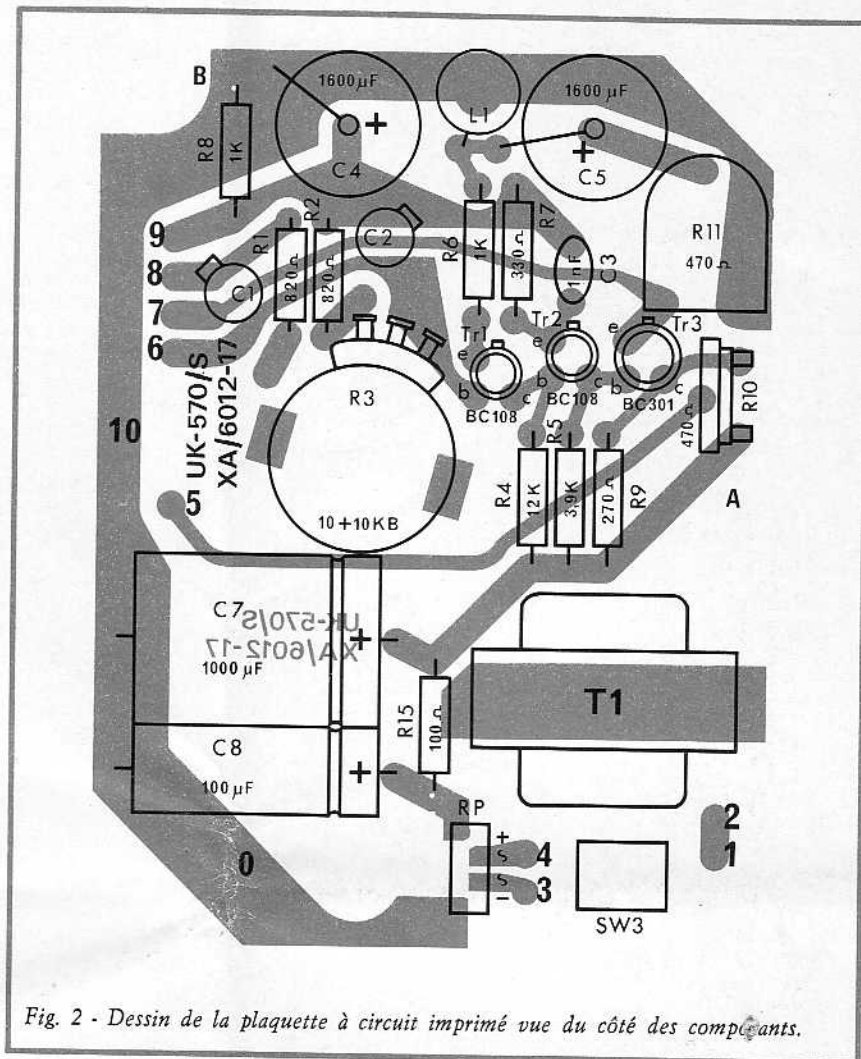

Fig. 2 - Dessin de la plaquette à circuit imprimé vue du côté des composants.
La figure 2 représente la plaquette à circuit imprimé vue du côté des composants, afin de mettre en évidence la position de chacun d'eux, grâce à l'emploi des mêmes sigles d'identification que ceux qui sont reportés sur le schéma électrique de la figure 1.
Plier les deux extrémités de ces deux condensateurs à angle droit, dans la même direction, et les introduire dans les trous correspondants en respectant la polarité indiquée sur la figure 2. Souder les quatre extrémités du côté opposé et limiter la longueur à 1,5 mm au maximum en coupant la partie en excès à l'aide d'une pince.
□ Couper les languettes latérales comme il est indiqué et introduire les contacts de chacun de ces compensateurs dans les trous correspondants suivant les indications de la figure 2, en les orientant comme le montre cette dernière. Souder ensuite les extrémités du côté opposé et limiter la longueur à 1,5 mm.
Le deux contacts portant le symbole du courant alternatif ( $\sim$ ) devront se trouver au centre, tandis que celui ayant le signe ( $\rightarrow$ ) doit se trouver en bas, et celui ayant le signe (+) en haut, toujours par rapport à l'orientation représentée à la figure 2. Introduire les contacts dans les quatre trous de manière que le boîtier du redresseur se trouve à environ 3 mm du côté isolé de la plaquette; souder du côté opposé et limiter leur longueur à 1,5 mm du côté cuivre comme précédemment.